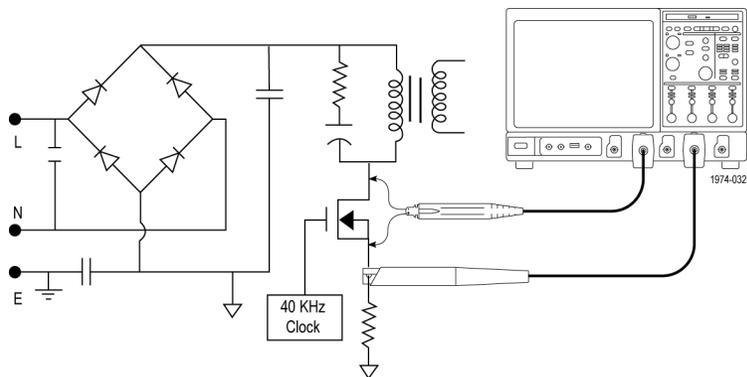

図 4: 電源テスト・ポイント
1. 差動プローブをスイッチング・デバイスに接続し、電流プローブをデバイスと直列に接続します。(図 4 参照)。